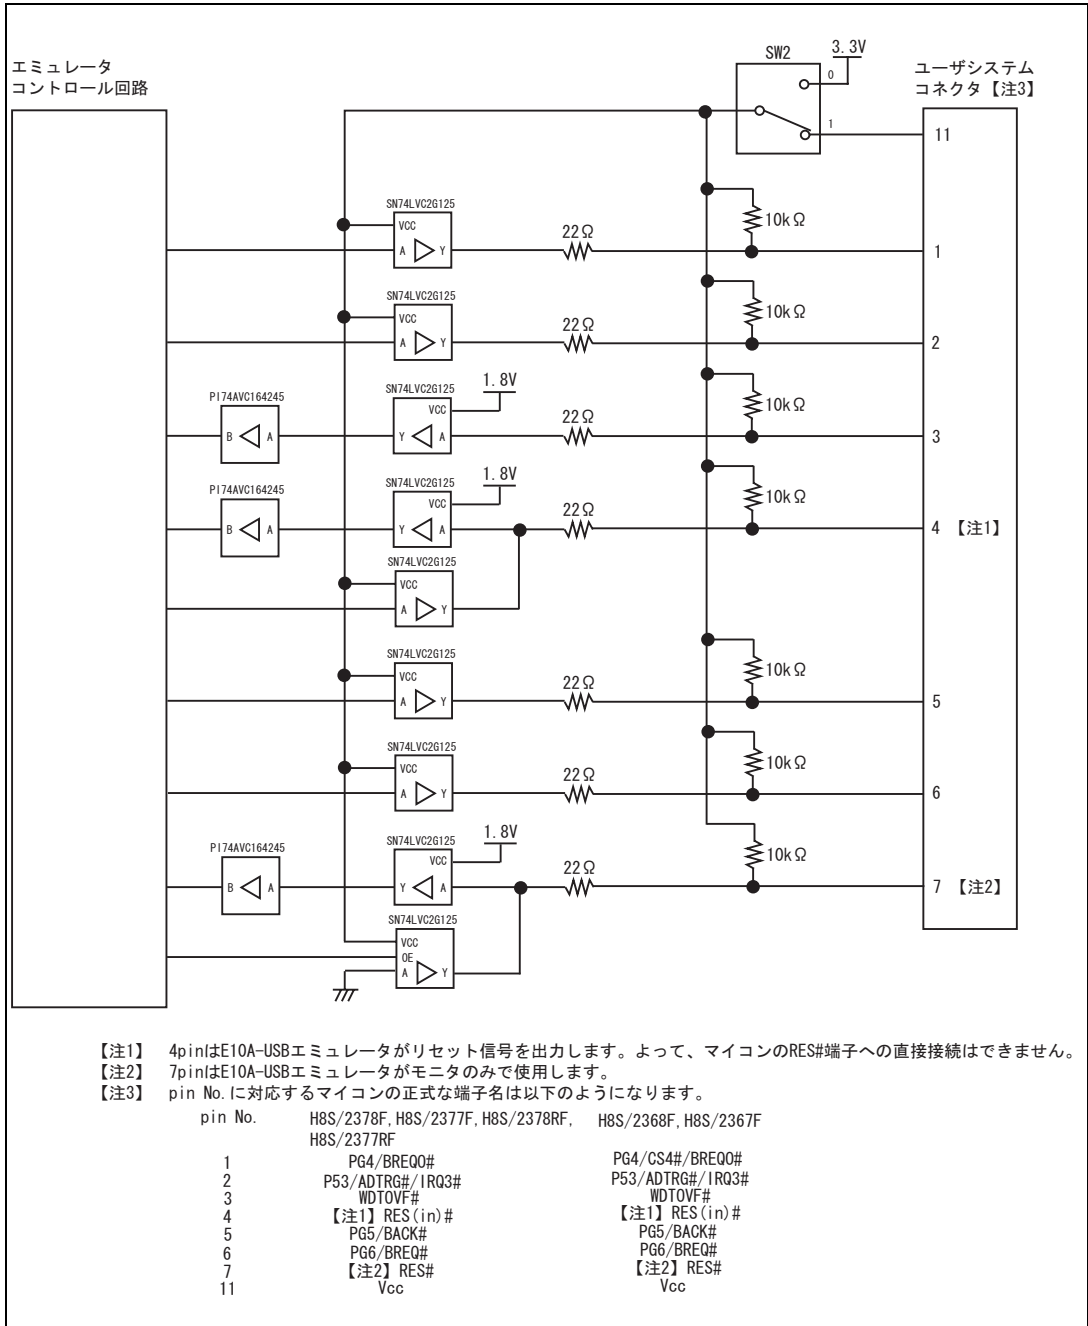

図 1.7 エミュレータ内インタフェース回路（参考）
6. 図 1.7 にエミュレータ内インタフェース回路を示します。プルアップ抵抗の値などを決定するときに参考にしてください。